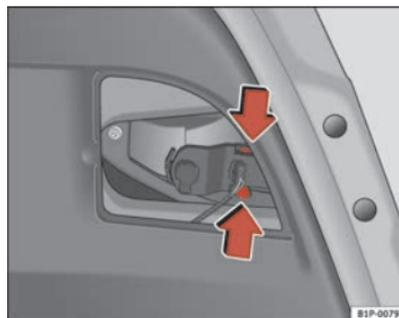

Fig. 174 Smontaggio del portalampane
- Rimuovere il portalampane premendo sulle linguette di fissaggio ed estrarlo all'esterno ⇒ fig. 174.